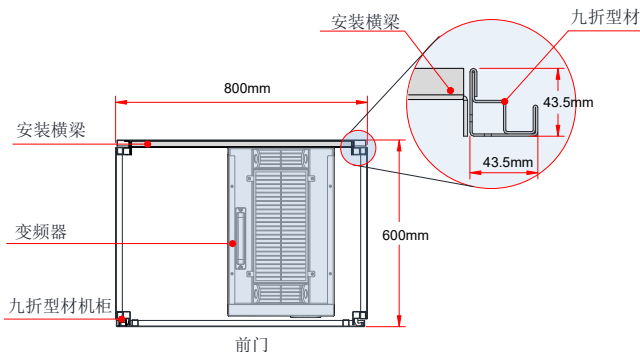

图 3-15 200kW ~ 450kW 机柜俯视图
- 1、建议机柜柜体采用九折型材机柜（PS 机柜），九折型材截面如放大图如图 3-15 所示；